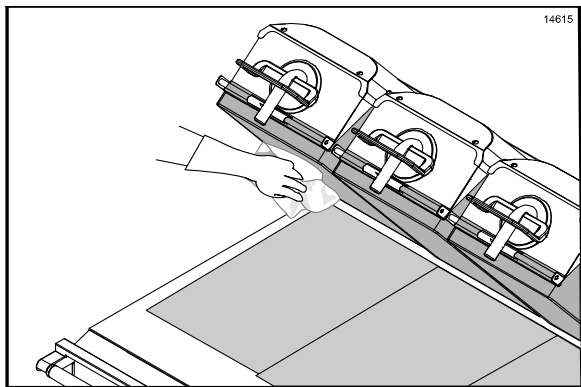

图 41
8. 用干净、浸蘸有消毒液的煎炉抹布擦拭上煎板和下煎板铁弗龙不粘膜的暴露表面。（请见图 41）